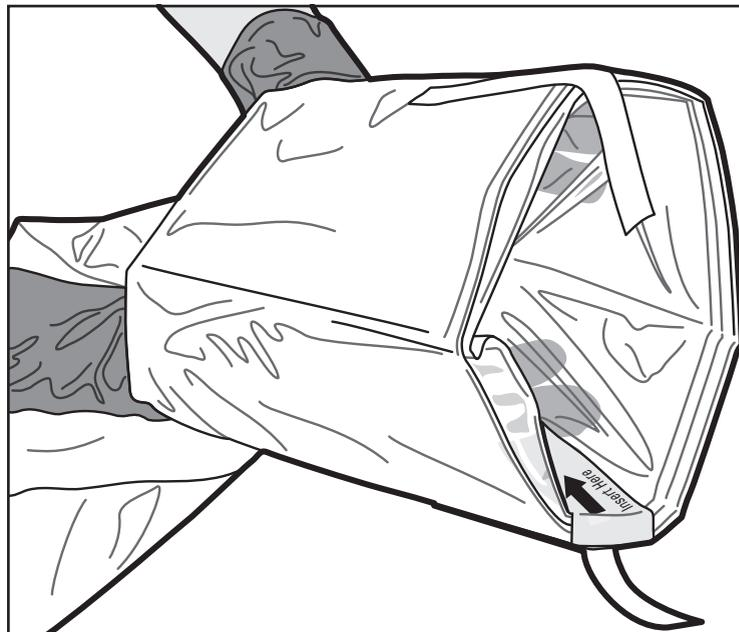

Figure 1. Ouverture de la poche
4. L'opérateur à l'intérieur du champ stérile introduit ses mains dans les replis internes de la poche, de manière à ouvrir celle-ci pour la mise en place de MDU5 PLUS par l'opérateur se trouvant hors du champ stérile. L'étiquette « Insérer ici » peut être utilisée pour localiser facilement l'ouverture de la poche (figure 1).